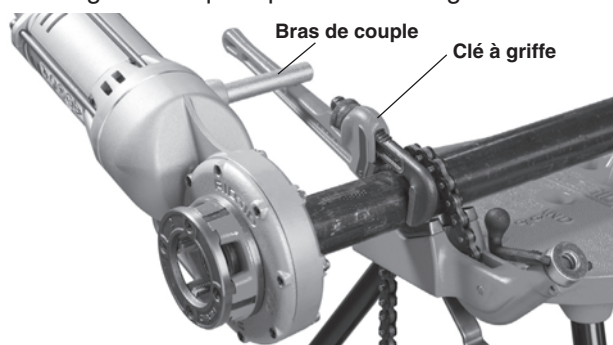

Figure 7 – L'opération de filetage utilisant une clé à griffe et bras de couple
2. Positionnez la clé à griffe industrielle RIDGID de 12, 14 ou 18 pouces à approximativement 7" (175 mm) de l'extrémité du tuyau (*Figure 7*). Assurez-vous de la parfaite immobilité de la clé à griffes, voire qu'elle ne risque pas de tomber ou de se déplacer sous l'effort.